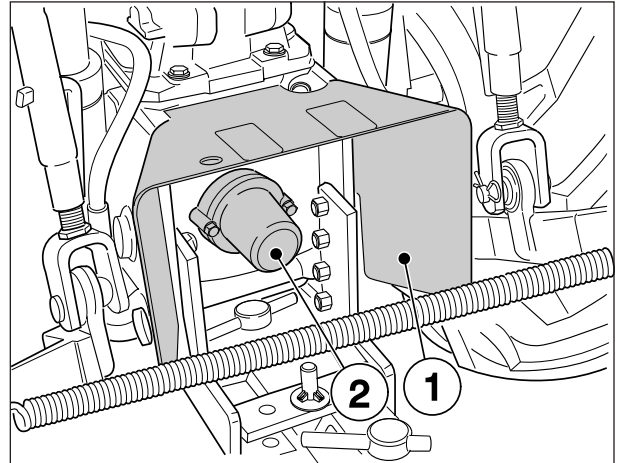

Fig. 27a
- Controle que la protección de la toma de fuerza (1) estén en su posición y que la tapa del eje (2) esté montada cuando la toma de fuerza no se usa (Fig.27a).